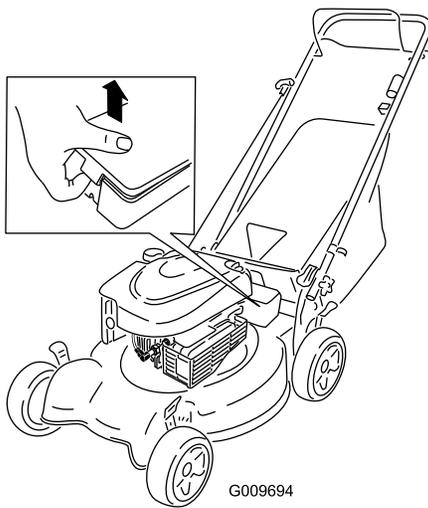

Figura 21
1. Desenganche ambos extremos de la tapa de la batería y retírela (Figura 21).